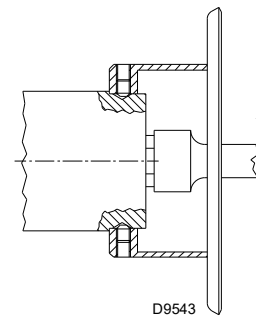

Abb. 19
- ziehen Sie die Düse 1)(Abb. 19) mit einem Rohrschlüssel heraus;
- installieren Sie die Düse 1)(Abb. 19);